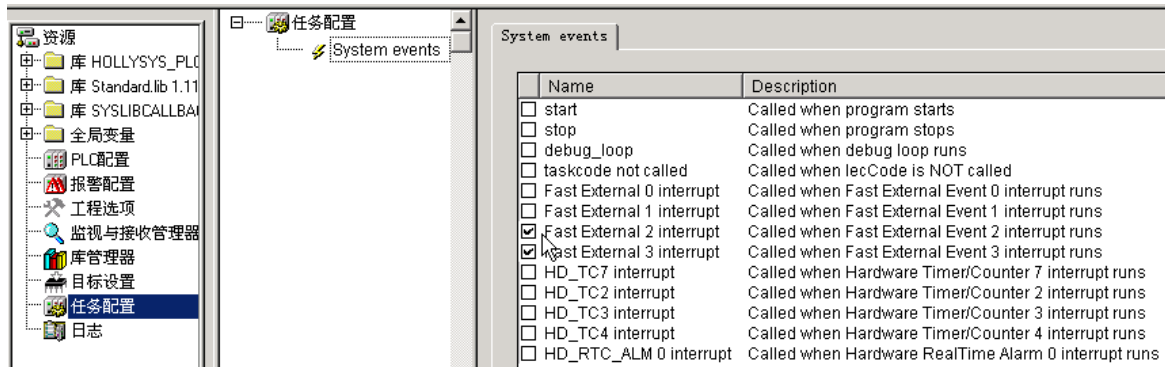

图 B-4-2
(3) 由于我们使用了快速外部中断 3 (I0.6)、快速外部中断 2 (I0.7)，所以在图 B-4-2 鼠标所示位置前打勾。